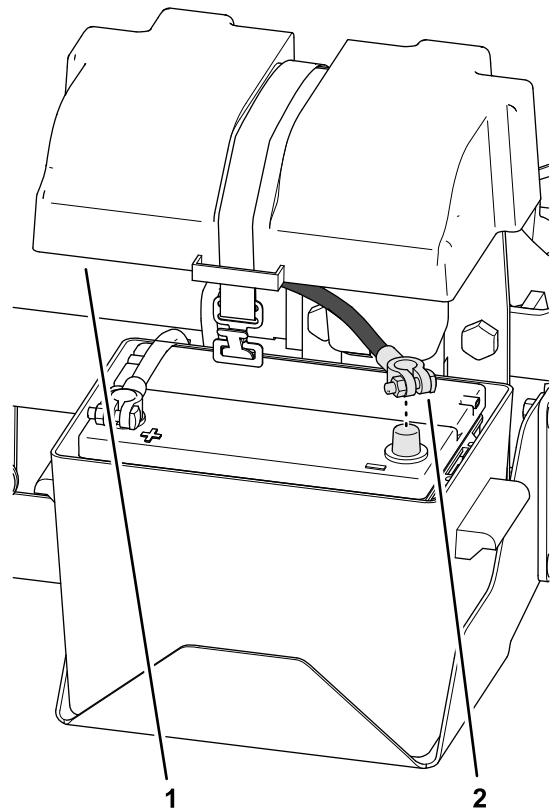

Bild 3
1. Nehmen Sie die Abdeckung vom Batteriekasten (Bild 3).
2. Klemmen Sie das Minuskabel vom Batteriepol ab (Bild 3).